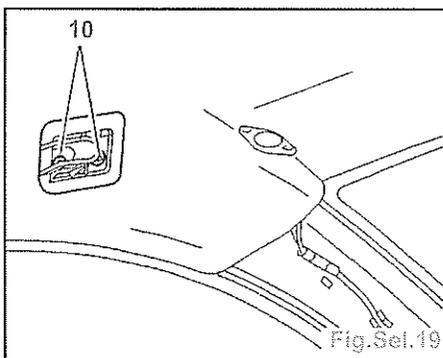

Fig.Sel.19
- Décrocher le support plafonnier (6).
- Débrancher les connecteurs (7).
- le support-plafonnier (6),
- les vis (8),
- la garniture niche capucine (9) en la tirant vers l'arrière.
- Déposer le support gauche (10) (Fig.Sel.19).